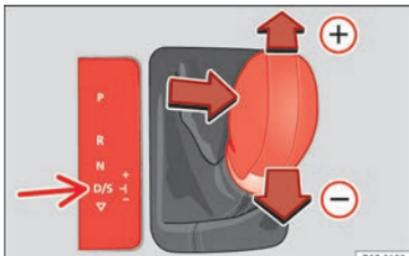

Abb. 192 Mittelkonsole: zu Tiptronic ändern.
- Um einen Gang hochzuschalten, tippen Sie den Wählhebel nach vorn **+** » » Abb. 192.